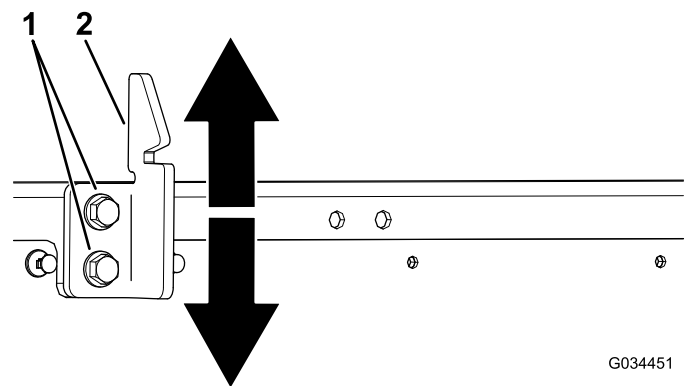

Figura 67
3. Afloje los 2 pernos del cerradero de la plataforma y mueva el cerradero hacia arriba o hacia abajo, dependiendo de si está demasiado alto o demasiado bajo (Figura 67).
4. Apriete los 2 pernos del cerradero de la plataforma (Figura 67).